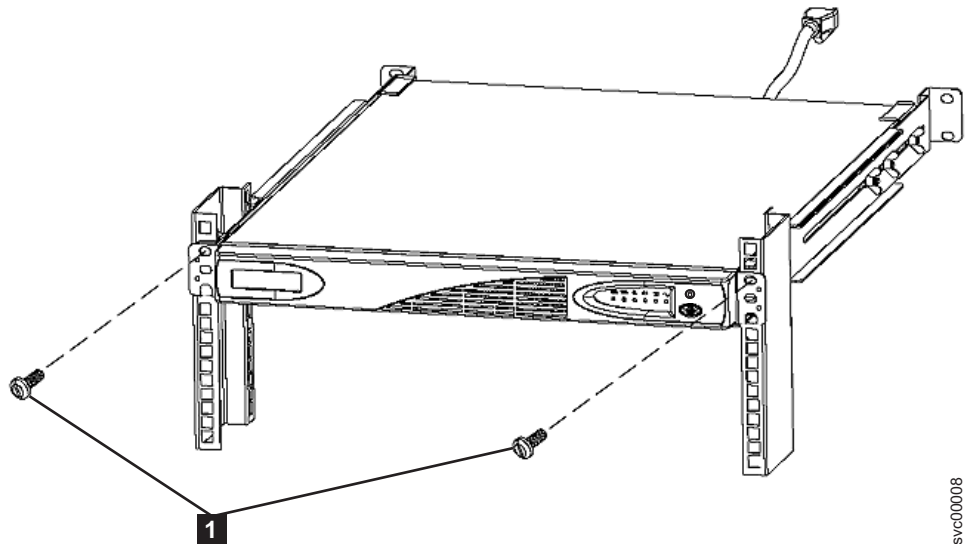

図 183. 2145-1U 無停電電源装置の取り付けねじの取り外し
9. 2145 UPS-1U の前面で、2 つの取り付けねじを取り外します。図 183 にある **1** を参照してください。